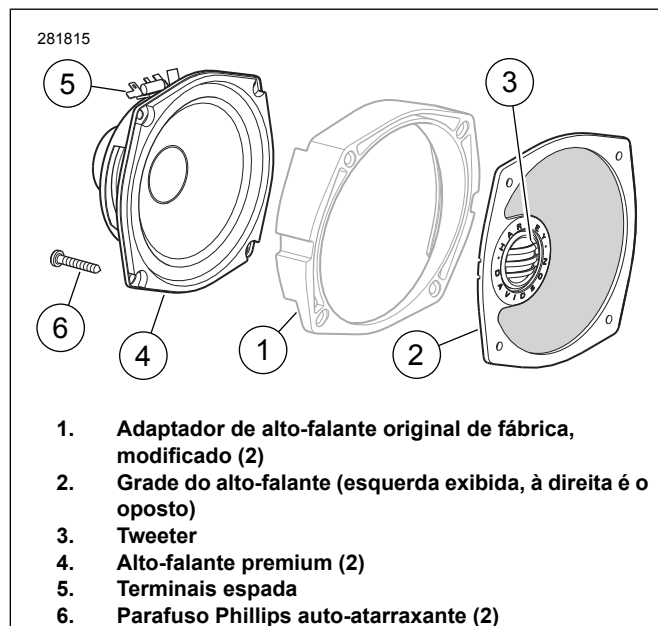

Figura 4. Componentes do kit de alto-falante dianteiro Boom! Audio para Electra Glide e Trike
Veja a figura 4. Posicione a grade correta do alto-falante novo (2) contra a face do adaptador (1) conforme mostrado, com a borda grossa do adaptador para cima, e o tweeter (3) no lado externo do veículo. Passe os fios do tweeter para fora entre a grade e o adaptador do lado externo. Posicione o novo alto-falante (4) na superfície traseira do adaptador como mostrado, com os terminais espada (5) apontados para cima.
4. Alinhe os furos de montagem no alto-falante, no adaptador e na grade. Use os dois parafusos mais longos TORX® removidos anteriormente para prender todos os três componentes na carenagem interna através dos dois furos superiores. Veja a figura 4. Use um novo parafuso Phillips (6) do kit no furo externo inferior, capturando o suporte da carenagem sob a cabeça do parafuso. O furo interno inferior não é usado.